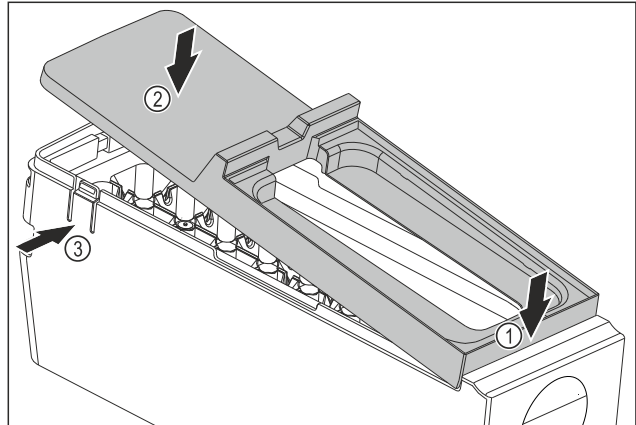

Fig. 139
- Montați apărătoarea corpului EasyTwist-Ice: Așezați în față apărătoarea Fig. 139 (1)
- Coborâți în spate apărătoarea Fig. 139 (2)
- Apărătoarea se fixează în poziție cu zgomot specific în cele două eclise Fig. 139 (3).